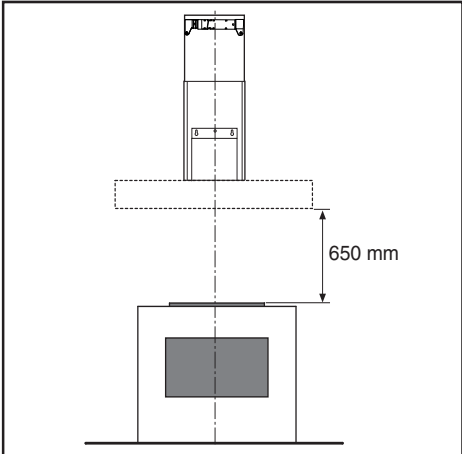

Fig.10
• La distanza minima fra la superficie di supporto dei recipienti di cottura sul dispositivo di cottura e la parte più bassa della cappa da cucina deve essere di almeno 65 cm (Fig.10). Se dovesse essere usato un tubo di connessione composto di due o più parti, la parte superiore deve essere all'esterno di quella inferiore. Non collegare lo scarico della cappa ad un condotto in cui circoli aria calda o utilizzato per evacuare fumi degli apparecchi alimentati da un'energia diversa da quella elettrica.